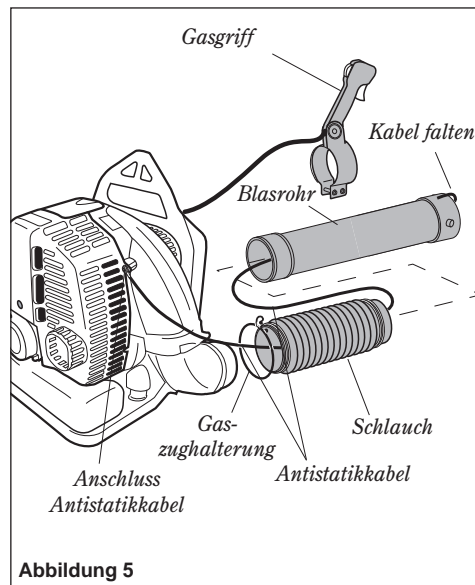

Abbildung 5
2. Nehmen Sie das Antistatikkabel aus der Verpackung und befestigen Sie die Öse an der rechten Schraube der Motorabdeckung. Siehe Abbildung 5.
8. Falten Sie das Ende des Antistatikkabels an der Verbindung des Blasrohrs nach oben, sodass es auf dem Rohrende liegt. Siehe Abbildung 5.